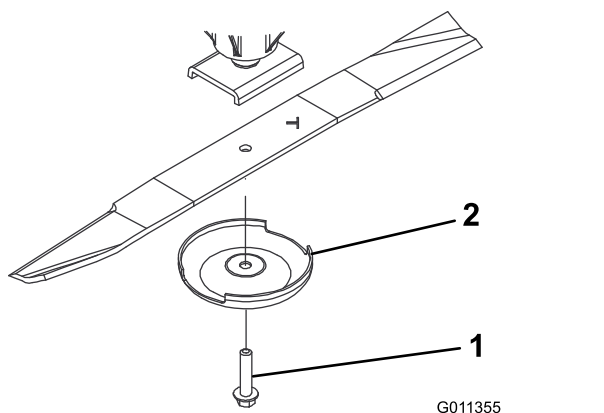

Figura 14
2. Fixe a extremidade da lâmina utilizando um pedaço de tecido ou uma luva grossa. Retire o parafuso da lâmina, o recipiente antidanos e lâmina do eixo (Figura 14).
3. Instale a lâmina, com a aba voltada para a plataforma de corte, com o recipiente antidanos e o parafuso da lâmina (Figura 14). Aperte o parafuso da lâmina com 115 a 149 N·m.